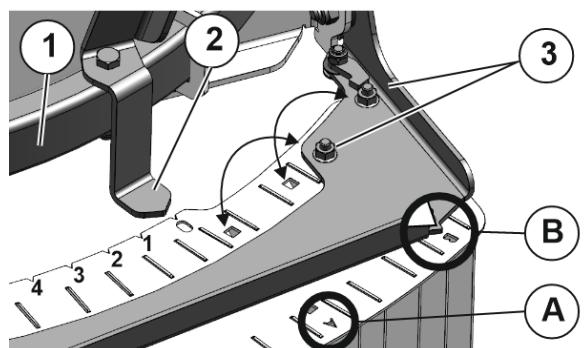

图 70
- 移动导向架（图 70/1）上的膜片块，直至指针（图 70/2）停在撒肥表的设置值上。